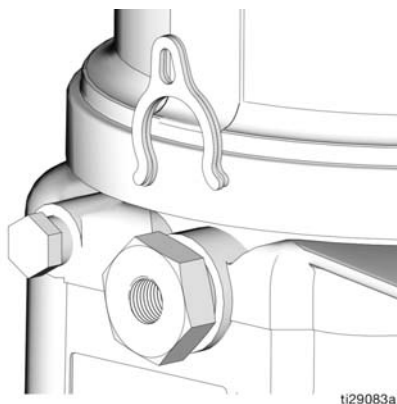

図 18
- レンチを使用してポンプ・エレメント反時計回りに回転させ緩めます。ポンプ・エレメントの全体を取り外さないで下さい。スペーサーを滑りこませて装着、取り外す為に充分な分量のみポンプ・エレメントを下げて下さい（図 18）。
ポンプ量の制御は、スペーサー無し (0)、スペーサー 1 もしくは 2 により設定されます（図 18）。